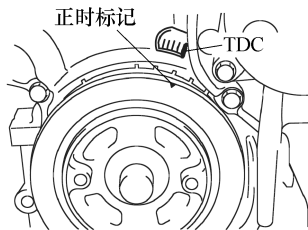

图 5-19 设置 1 号气缸于 TDC 位置
⑪ 如图 5-19 所示，对齐曲轴带轮和前盖上的正时标记，然后将 1 号气缸设置到上止点(TDC)位置。